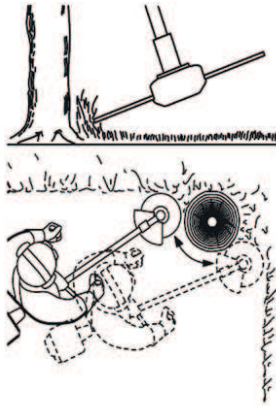

Рисунок 23. Схема скошування трави навколо дерев.
3. Під час скошування пересувати виріб повільно та обережно, щоб жилка не торкалася стовбура дерева й не пошкодила кору. Кожне дерево обходити зліва направо по колу (рис. 23).